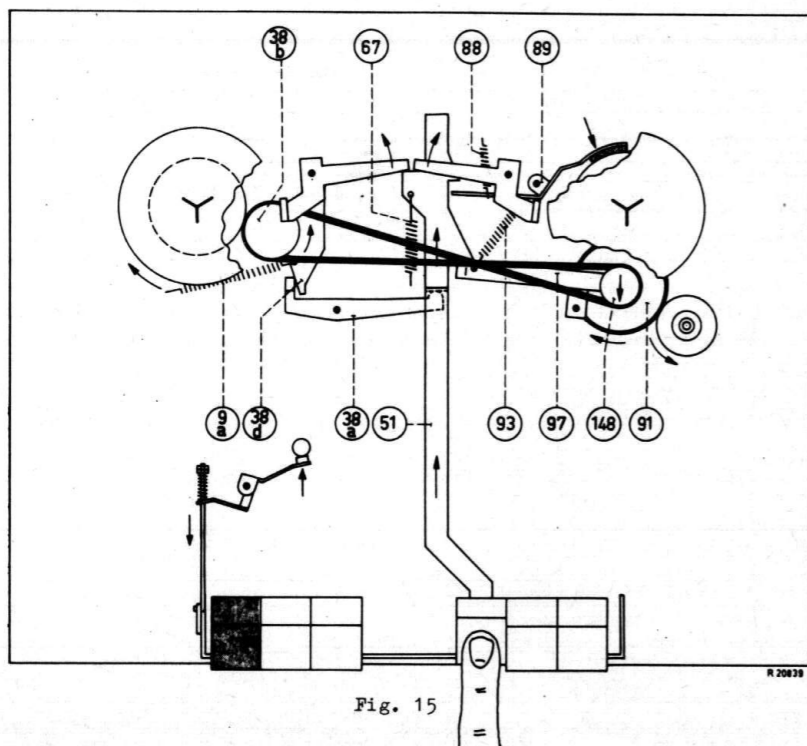

Fig. 15
- Als de terugspoeltoets wordt ingedrukt, wordt spoelbeugel 51 naar achteren bewogen. De remmen 56 en 68 worden door een nok op de spoelbeugel van de beide spoelschotels gelicht (zie fig. 15).